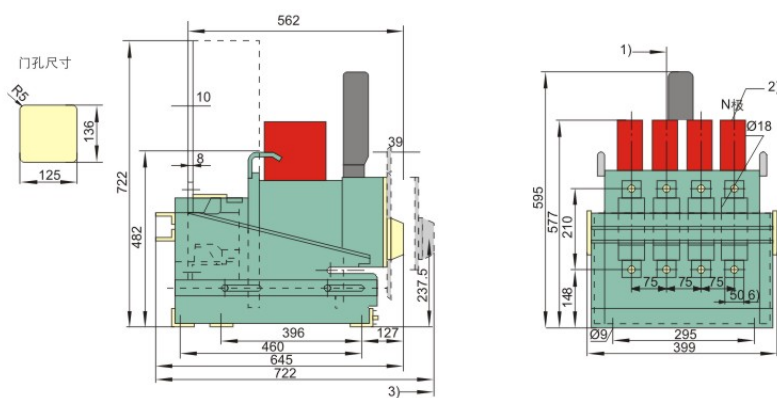

图16-5 DW17-630~1600四极抽屉式接线
2. 四极抽屉式外形及安装尺寸(见图16-5、图16-6、图16-7、图16-8)。